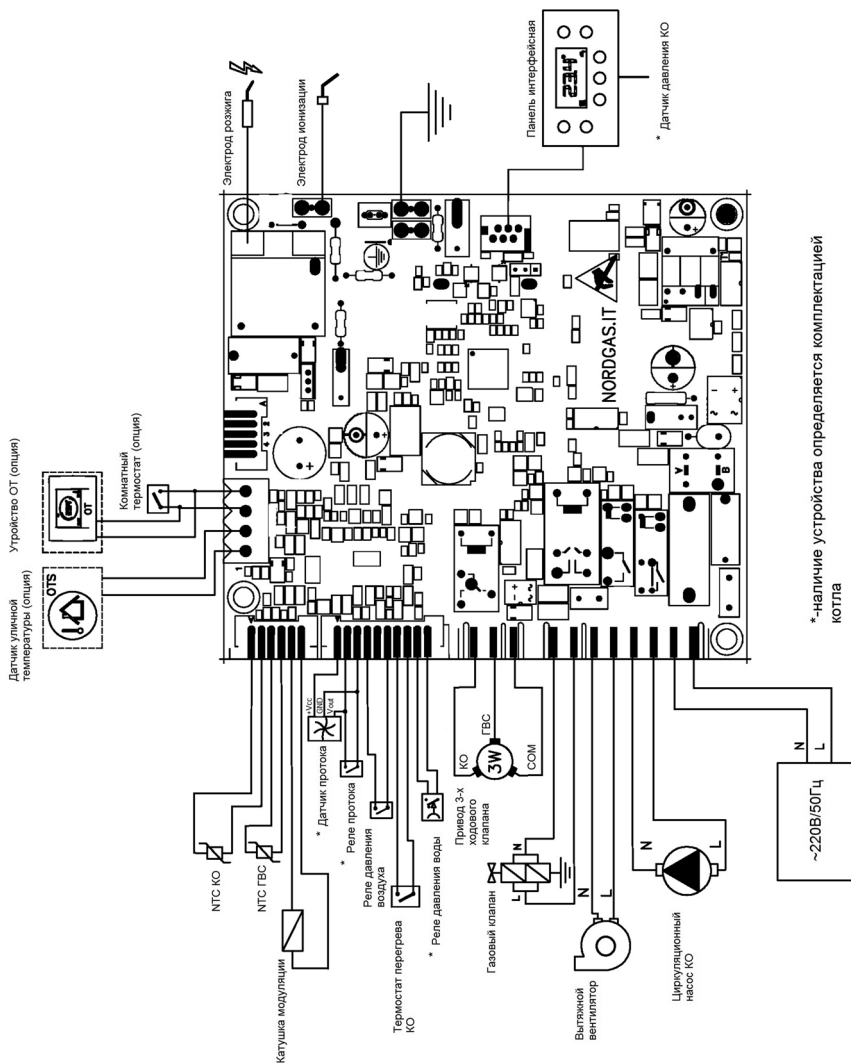

Рис. 12. Схема электрических подключений
- проденьте двухпроводной кабель, идущий от выносной панели, через проходную муфту 5 в корпусе и подключите его к клеммам 1 и 2 (рисунок 12);